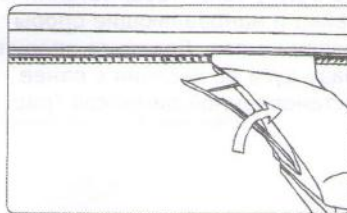

рис. 16
1.2.12 Установите на опорах лючки и надёжно зафиксируйте их (до «щелчка») (рис. 16).